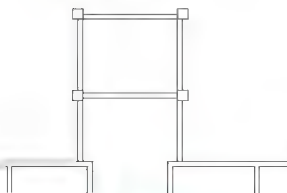
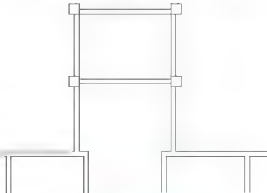

图 2.61 修整前的图形
图 2.62 修整后的图形
(1) 将【轴线】图层关闭,同时将【柱子】图层解锁。
(2) 用【修剪】命令(快捷键TR),将图2.61所示的图形修整至图2.62所示的状态。